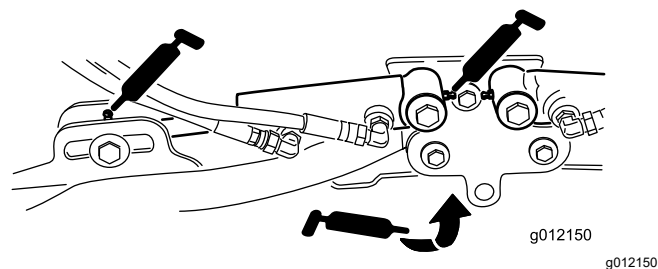

Bild 108
- Hubarmzylinder des Mähwerks (2) (Bild 108)
- Hubarmgelenke (1) (Bild 108)